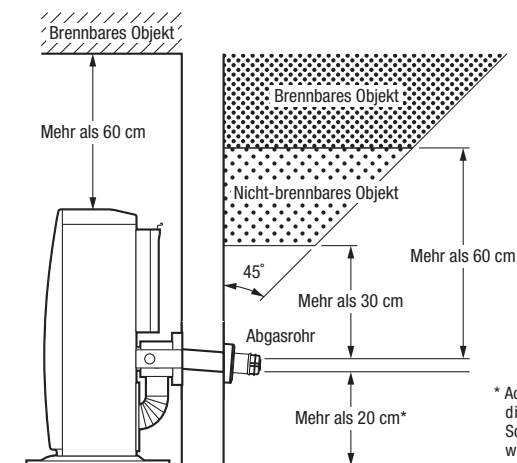

Abb. 2
2. Montage des Abgasrohrs (siehe Abb. 2 und 3, Seite 48). Bitte beachten Sie, dass Volumen und Temperatur der warmen Abgase, die über das Abgasrohr nach außen abgegeben werden, minimal sind und normalerweise nicht problematisch sind.
2. Der äußere Bereich zur Abgasableitung muss frei sein und es dürfen sich in diesem Bereich keine Objekte befinden, die durch heiße Abgase beschädigt werden könnten. (Siehe Abb. 2 und 3.) Das Abgasrohr (wie in Abb. 2) eignet sich für Wände mit einem Durchmesser zwischen 130 mm bis 320 mm.